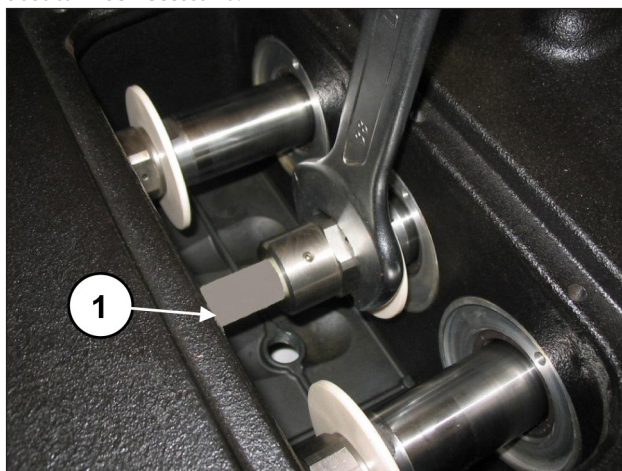
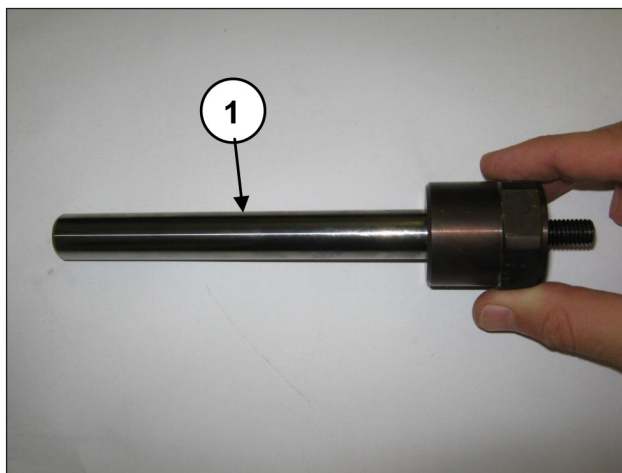

Fig. 108
Fig. 109
Rimuovere i pompanti con una chiave a forchetta (pos. ①, Fig. 108) e controllare il loro stato di usura (pos. ①, Fig. 109). Sostituirli se necessario.